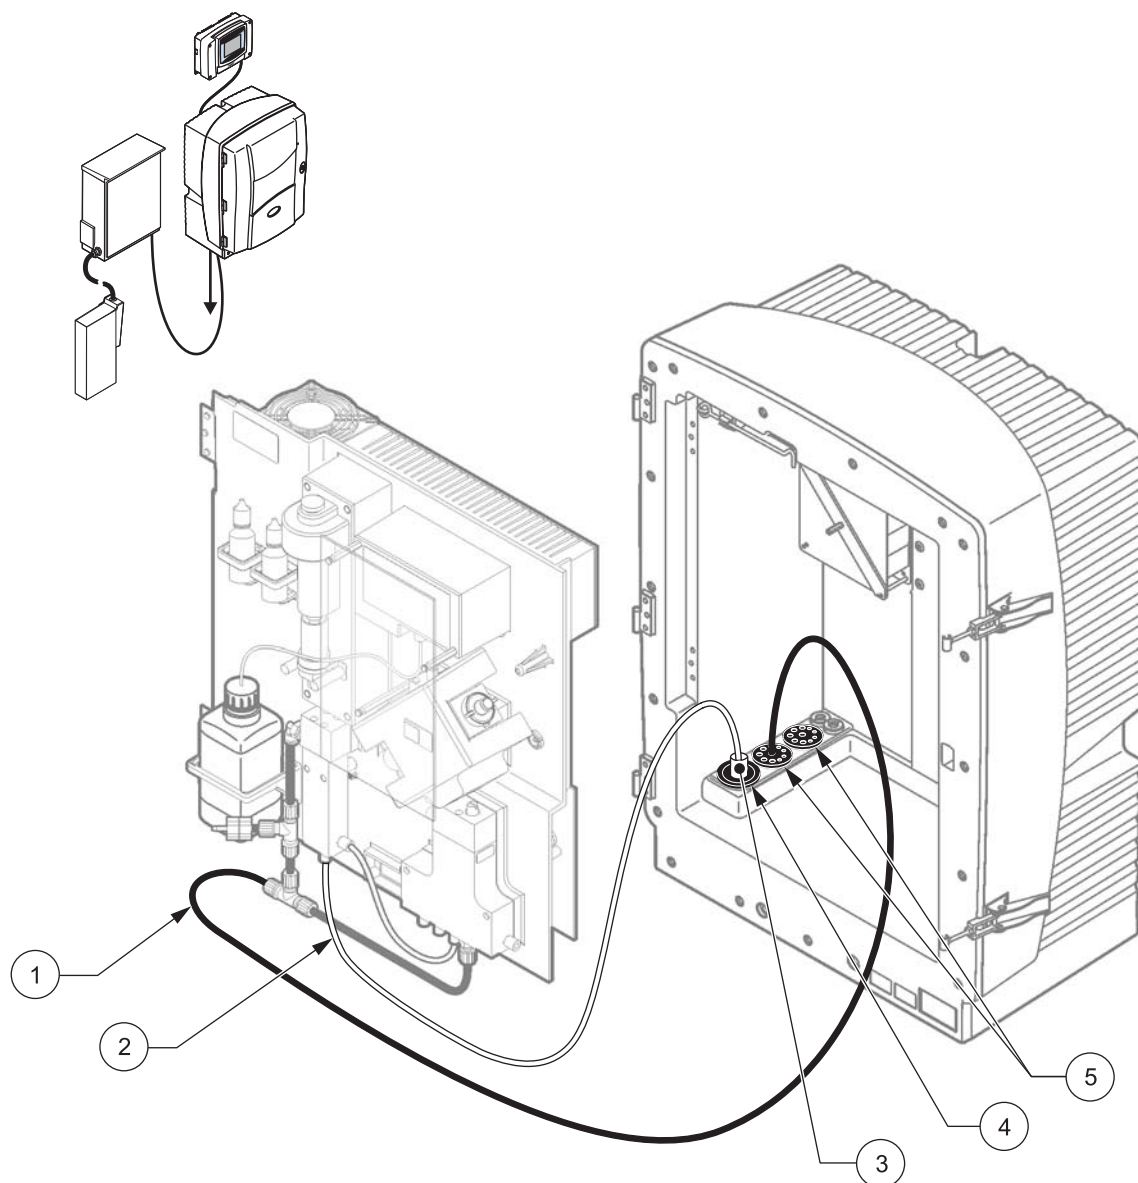

图 30 选项 8a 设置
请参考图 30 以及选项 8a 的以下说明：
2. 通过分析器开口从 FILTRAX 引出加热的软管（图 30，项目 3）。使用 1 号密封塞加固。